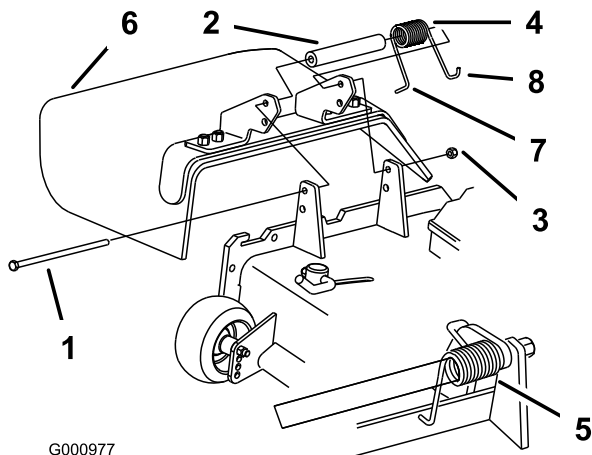

Figura 92
1. Retire la contratuerca, el perno, el muelle y el espaciador que sujetan el deflector a los soportes de pivote (Figura 92). Retire el deflector de hierba dañado o desgastado.
Nota: Asegúrese de colocar el extremo en L del muelle detrás del reborde de la carcasa antes de instalar el perno, según se muestra en Figura 92.
3. Instale el perno y la tuerca Coloque el extremo en J del muelle alrededor del deflector de hierba (Figura 92).